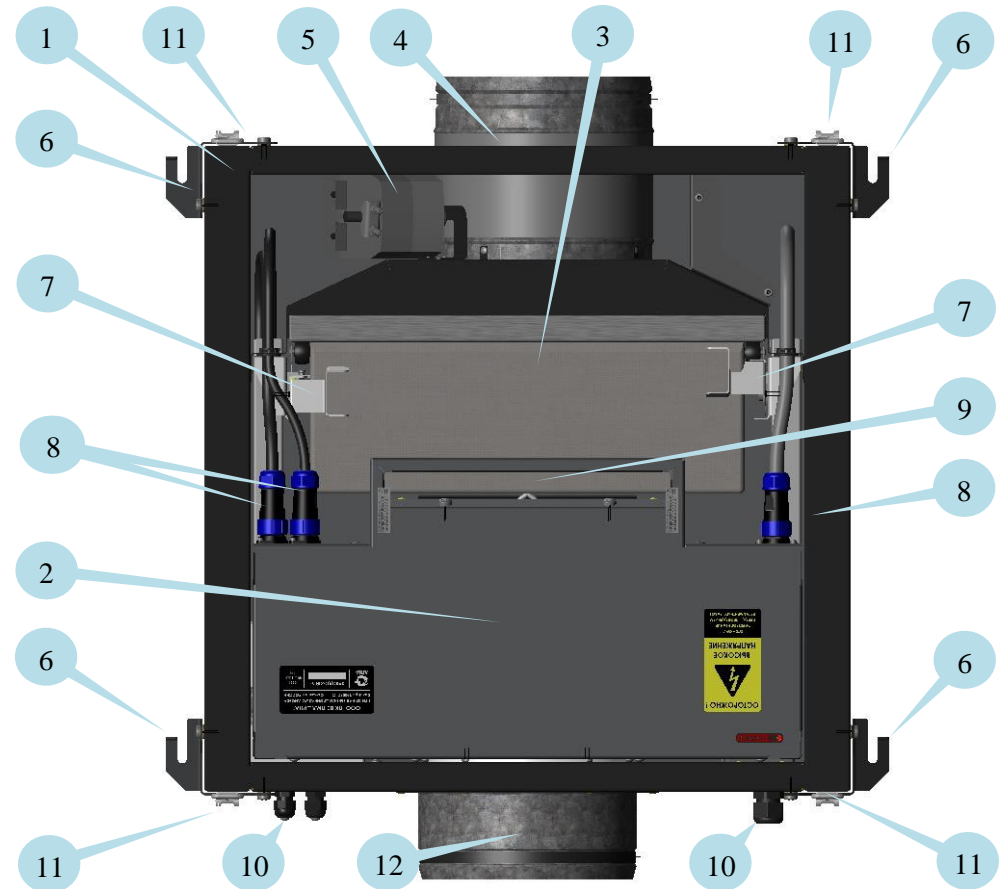

Рис. 1
Конструктивно установка (Рис. 1) представляет собой теплозащитный корпус (1) со съёмной с помощью 4-х замков-защелок (11) крышкой.